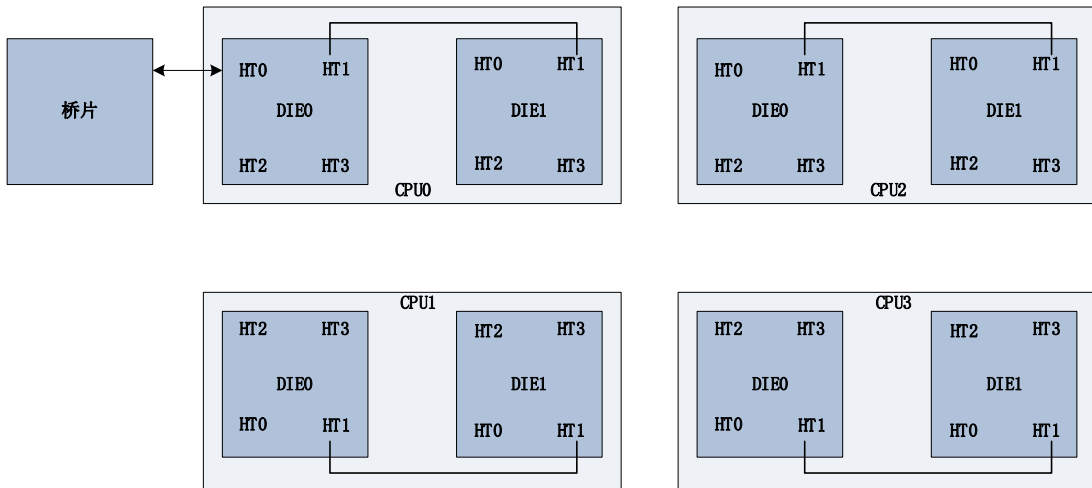

图 1.4 四处理器系统
- (3) 四路服务器, 龙芯 3D5000 四处理器系统。使用固定的 HT 接口用于 IO 桥片连接; 使用其它 HT 接口用于多处理器间互连。一种常见的连接方式如图 1.4 所示。其中虚线表示 8 位总线连接, 实线表示 16 位总线连接